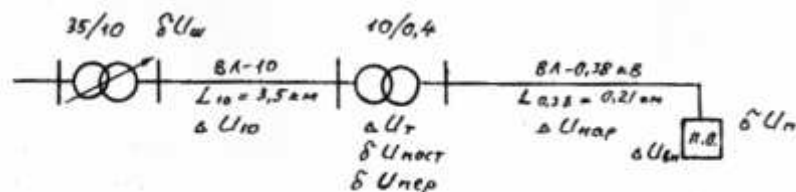

Рис. 2. Схема эл. сети
1. В соответствии с принципиальной схемой электроснабжения производственного объекта составляем для наглядности схему эл. сети (рис. 2) и наносим на нее параметры элементов 10 и 0,38 кВ: